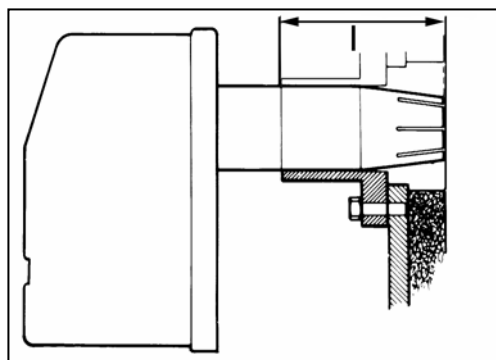

Figure 1
3. Mesurez la distance telle qu'indiquée à la figure 1: